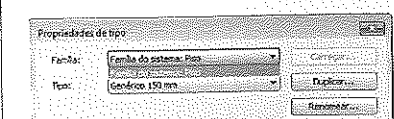

Figura 3.8 – Famílias do sistema - Pisos.
- **Famílias do sistema:** são as famílias que vêm instaladas no programa e não podem ser apagadas, Figura 3.8. Podem ser elementos **Modelo** ou de **Anotação**. Por exemplo, as paredes são famílias **Sistema**, portanto não é possível apagá-las, mas se você quer um tipo de parede que não está na lista, pode criar a partir da duplicação dela. Nas **Famílias do sistema** podemos, então, criar outros tipos a partir dos existentes. Podemos apagar os tipos que não utilizamos, mas não podemos apagar uma família. Alguns exemplos de **Famílias do sistema** são Paredes, Telhados, Pisos, Forros.